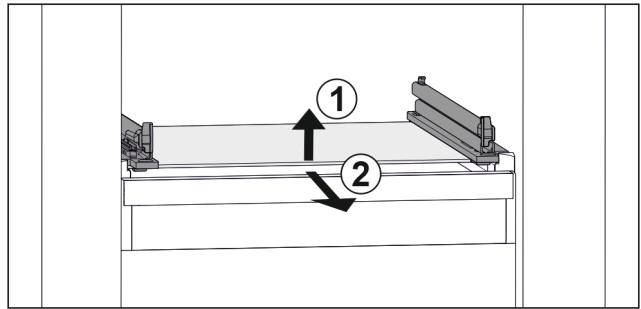

Fig. 73 Примерно изображение на стъклената плоча
- ▶ Повдигнете стъклената плоча отпред. Fig. 73 (1)
- ▶ Извадете стъклената плоча напред. Fig. 73 (2)